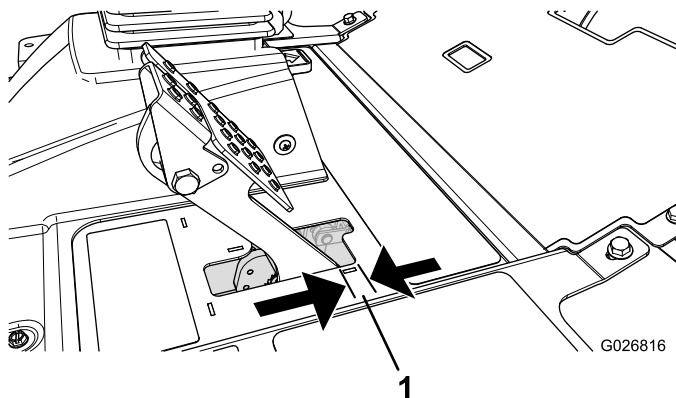

Figura 71
Ajuste los frenos si el pedal de freno tiene más de 2,5 cm de holgura (Figura 71), o cuando se necesite más fuerza para frenar. La holgura es la distancia que recorre el pedal de freno antes de notarse una resistencia de frenado.
2. Apriete la tuerca trasera para mover el cable hacia atrás hasta que los pedales de freno tengan una holgura de 6,3–12,7 mm (Figura 71) antes de que se bloquee la rueda.